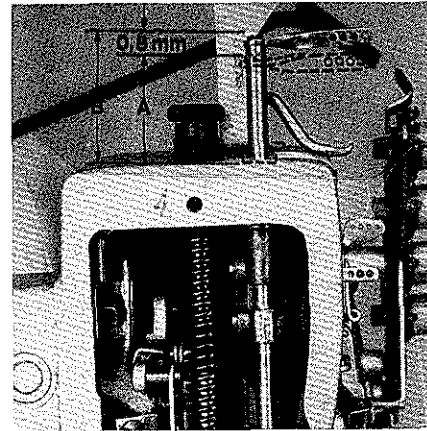

Fig.67
3. Measure dimension "A", Fig.67 with a slide rule and note it.
6. Measure dimension "B", Fig.67.
3. Messen Sie mit einer Schieblehre das Maß "A", Fig.67 und merken Sie es sich.
6. Messen Sie das Maß "B", Fig.67.
The machine is synchronized correctly if dimension "B" is 0,8 - 1 mm (.032 - .040 in.) larger than dimension "A" (see Fig. 67).
3. If the difference between dimension "A" and dimension "B" (Fig. 67) is less than 0,8 - 1 mm (.032 - .040 in.), lever (B, Fig. 68) must be moved in the direction of the arrow towards "D".
Ist das Maß "B" um 0,8 - 1 mm größer als das Maß "A", ist die Maschine richtig synchronisiert (siehe Fig. 67).
3. Ist der Unterschied zwischen Maß "A" und Maß "B" (Fig. 67) kleiner als 0,8 - 1 mm muß der Hebel (B, Fig. 68) in Pfeilrichtung nach "D" verschoben werden. Ist der Unterschied größer als 0,8 - 1 mm muß der Hebel (B) in Pfeilrichtung nach "C" verschoben werden.